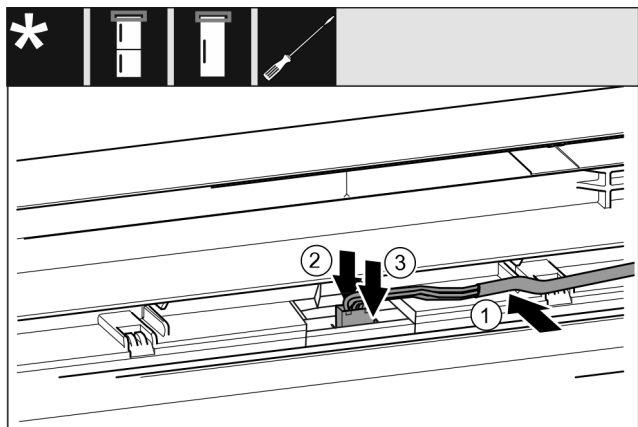

Fig. 41 Kühl-/Gefrierkombinationen / Gefriergeräte / Kühlgeräte
- ▶ Kabel Fig. 41 (1) in die Führung in der oberen Tür einlegen.
- ▶ Rastnase Fig. 41 (2) nach hinten drücken.
- ▶ Stecker Fig. 41 (3) einrasten.